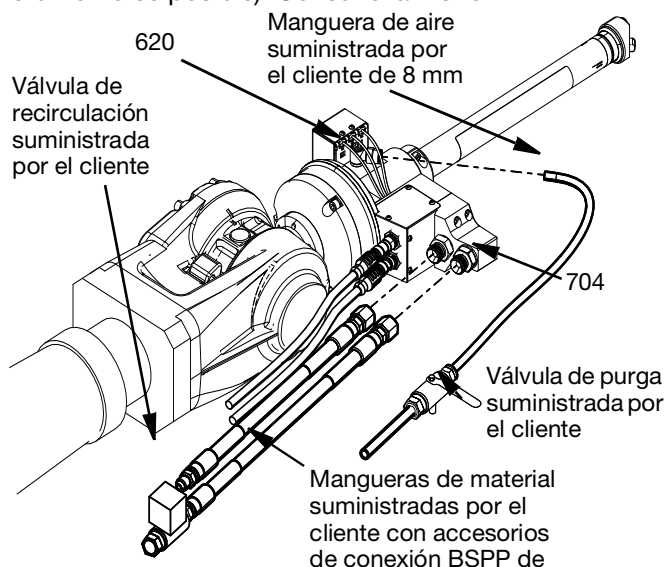

FIG. 6
El suministro de aire se conecta a la pistola Switch 3D con una manguera de 8 mm de poliuretano al accesorio giratorio del codo (620) en el lado del alojamiento de pieza giratoria (619). El cliente debe instalar la válvula de purga de aire entre el suministro de aire y la conexión de la pistola Switch 3D. Consulte la FIG. 6. Las mangueras de suministro y retorno de material usan conectores BSPP de 3/8. La manguera de suministro de material va conectada al puerto marcado como «Inlet» (entrada). La manguera de retorno de material va conectada al puerto marcado como «Return Inlet 2» (entrada 2 de retorno). (Si no se selecciona circulación, el puerto de entrada 2 de retorno se tapa con un tapón BSPP de 3/8 (132879). Si se seleccionan
dos materiales, ambas conexiones son entradas (el retorno no es posible). Consulte la FIG. 6.
- Para comprobar que las válvulas solenoide (613), mostradas en la página 33 con los componentes de la cámara de pieza giratoria, funcionen correctamente, abra y cierre cada válvula desde el colgante del robot y escuche el sonido del pistón en funcionamiento.
- Abra la válvula de recirculación suministrada por el cliente y purgue el material a través de la válvula hasta que salga todo el aire atrapado en el retorno del material. Consulte la FIG. 6.
3. Alivie toda la presión de aire de las líneas de aire cerrando la válvula de purga suministrada por el cliente. Consulte la FIG. 6.
4. Si la punta de la boquilla o la manguera de material están obstruidas o si no se ha aliviado completamente la presión después de llevar a cabo las operaciones anteriores, afloje muy despacio la manguera de material suministrada por el cliente del racor de entrada de 3/8 pulg. BSPP (704), (véase la FIG. 6).